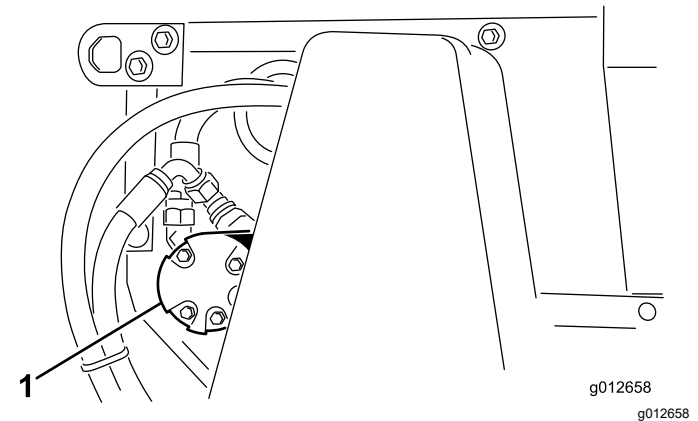

Figura 41
2. Allentate i dadi che fissano il motore della spazzola (Figura 41) al lato sinistro della macchina.